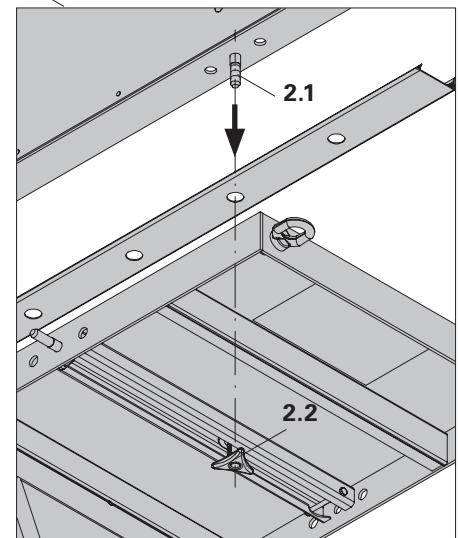

Fig. C1.02
4. Infilare i tenditori asolati (2.1) nel telaio per pilastri e nel pannello di rivestimento, quindi serrare bene con la piastra di arresto (2.2) usando il martello o la chiave LICO per piastra di arresto. (Fig. C1.02)